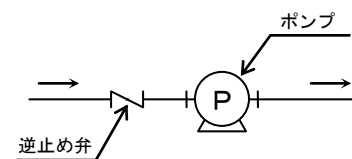

図 4
- (7) 吸上げの場合は、次のことに注意してください。
- (a) 配管内の液が落ちないように、逆止め弁を図 4 のように吸込配管側に設けてください。